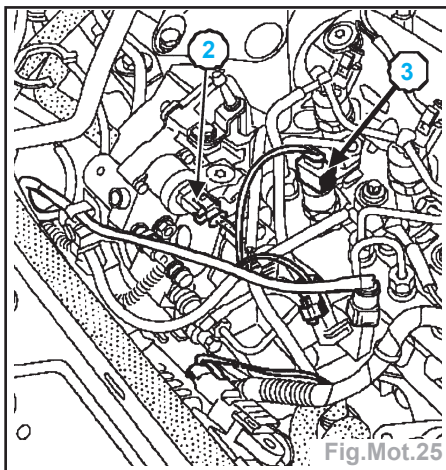
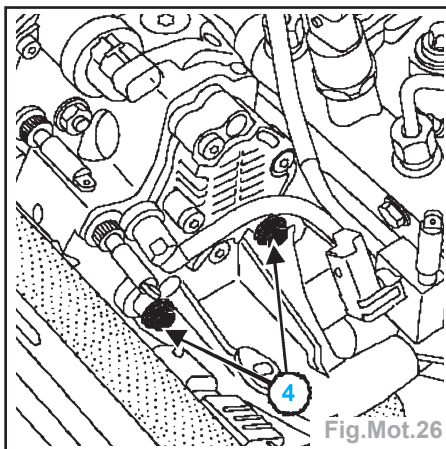

Fig.Mot.25
Fig.Mot.26
- le régulateur de pression (2) (Fig. Mot.25),
- le capteur de pression (3).
- Déposer les deux vis de fixation (4) de la pompe haute pression sur le support arrière de la pompe haute pression (Fig. Mot.26).